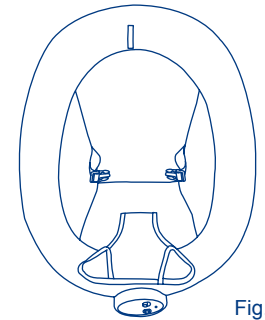
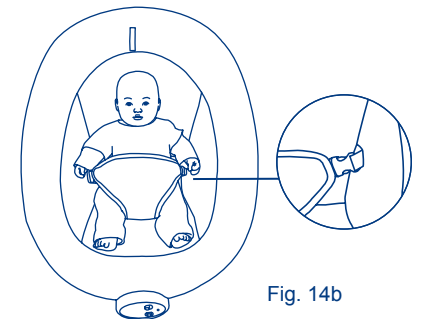

Fig. 14a
Fig. 14b
- 14) • Unbuckle the straps on each side of the seat restraint. (Fig. 14a) Carefully place the child in the bouncer seat and buckle the straps. (Fig. 14b) Adjust the straps so that the restraint fits the child snugly.
• Desabroche las correas a cada lado del cinturón de seguridad. (Fig. 14a) Coloque al niño cuidadosamente en el asiento del rebotador y abroche las correas. (Fig. 14b) Ajuste las correas de modo que el cinturón sujete firmemente al niño.
• Débouclez les sangles de chaque côté du harnais de siège. (Fig. 14a) Placez soigneusement l'enfant dans le siège de la sauteuse et bouclez les sangles. (Fig. 14b) Réglez la longueur des sangles afin que le harnais soit étroitement ajusté sur l'enfant.